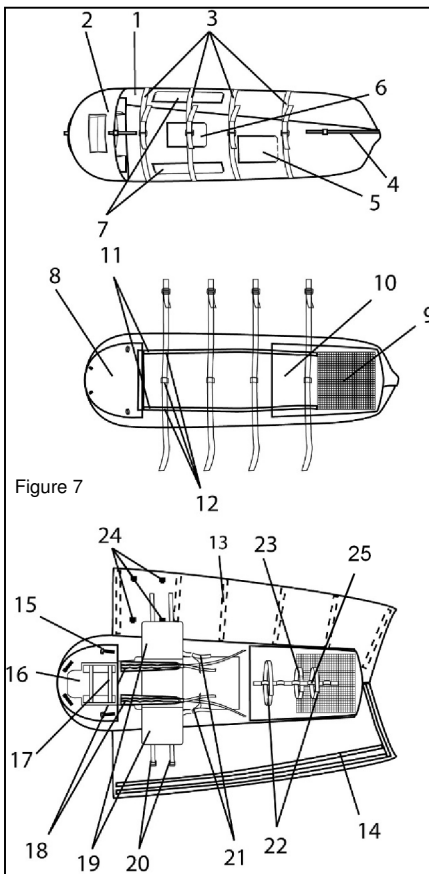

Figure 7
- Sur la housse de médicalisation un numéro de série est inscrit à l'intérieur de la capote (repère 2 Figure 7)